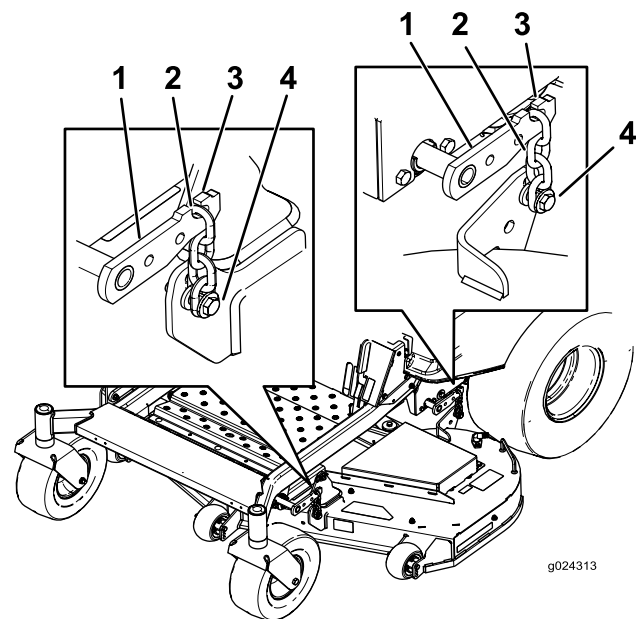

Figura 66
3. Retire las cadenas de los ganchos de los brazos de elevación de la carcasa (Figura 66).
6. Eleve la parte trasera de la carcasa de corte y conecte las cadenas a los brazos de elevación traseros (Figura 66).
7. Conecte las cadenas delanteras a los brazos de elevación delanteros (Figura 66).